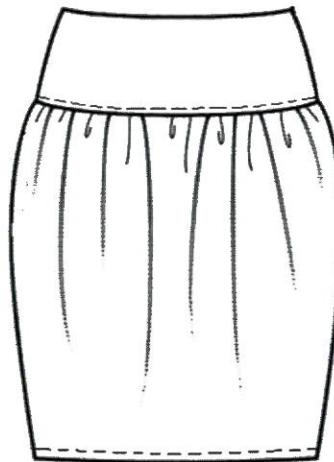

Рисунок 1 – Фрагмент юбки. Переднее полотнище на кокетке
Второй этап: Моделирование фрагмента заданной модели «Переднее полотнище юбки на кокетке» (стр. 7, рис. 1) в натуральную величину и изготовление лекал
Третий этап: Изготовление (пошив) образца фрагмента заданной модели (стр. 7, рис. 1) женской юбки.
1) Внешний вид фрагмента заданного изделия должен полностью соответствовать техническому рисунку модели и художественно-техническому описанию (стр. 3, табл. 1) и рисунку фрагмента (стр. 7, рис. 1).